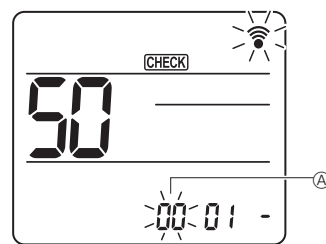

Fig. 6-17
- ② Ustawianie numeru jednostki
Nacisnąć przycisk [↓], aby ustawić numer jednostki ①. (Fig. 6-17)